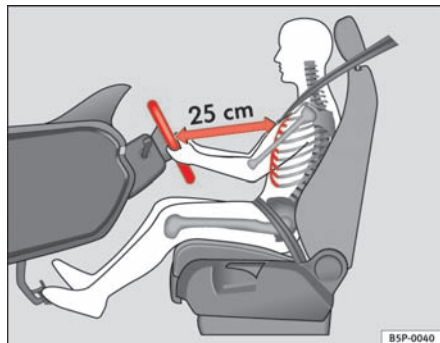

Fig. 1 Rigtig afstand mellem fører og rat
- Indstil rattet, så afstanden mellem rattet og din brystkasse mindst er 25 cm ⇒ **fig. 1.**
<ul style="list-style-type: none"> • Hvis føreren sidder forkert, kan det medføre alvorlige kvæstelser. • Indstil førersædet, så der mindst er 25 cm mellem brystkassen og rattets midte ⇒ side 9, fig. 1. Hvis du sidder tættere på end 25 cm, beskytter airbagsystemet ikke optimalt. • Hvis du på grund af fysiske forhold ikke er i stand til at overholde minimumsafstanden på 25 cm, skal du kontakte et værksted. Der kan de rådgive dig om eventuelle nødvendige ændringer. • Under kørsel bør du altid have begge hænder på rattets sider på den yderste kant i en position svarende til klokken 9 og 3. Det reducerer faren for kvæstelser, hvis førerens frontairbag udløses. • Hold aldrig hænderne på rattet i en position svarende til klokken 12 eller i en anden position (fx i midten af rattet). I sådanne situationer kan du pådrage dig alvorlige kvæstelser på armene, hænderne og i hovedet. • For at reducere faren for kvæstelser, som føreren kan pådrage sig i tilfælde af en pludselig opbremsning eller ulykke, må ryglænet aldrig være stillet langt tilbage under kørsel! Airbagsystemet og sikkerhedsselen beskytter kun optimalt, hvis ryglænet står i lodret position, og føreren har spændt sikkerhedsselen korrekt. Jo længere ryglænet er stillet tilbage, desto større er faren for kvæstelser, hvilket skyldes, at sikkerhedsselen ikke sidder korrekt, og at du sidder forkert! • Indstil hovedstøtten korrekt for at få optimal beskyttelse. ■